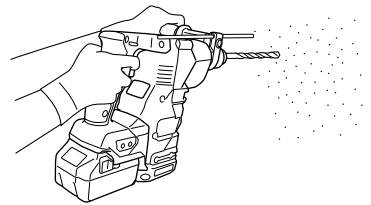

图 22
(1) 安装钻头。
(2) 将钻头尖端放在钻孔位置，然后拉动触发开关。(图 22)
(3) 使用电动锤钻进行作业时，不需要用力推压。只要稍加按压，让钻碎的粉尘徐徐排出即可。
钻头碰到建筑物的钢筋时会立即停止转动。但电动锤钻又将随即转动(如图 22)，因此，必需握紧侧柄和操作柄。